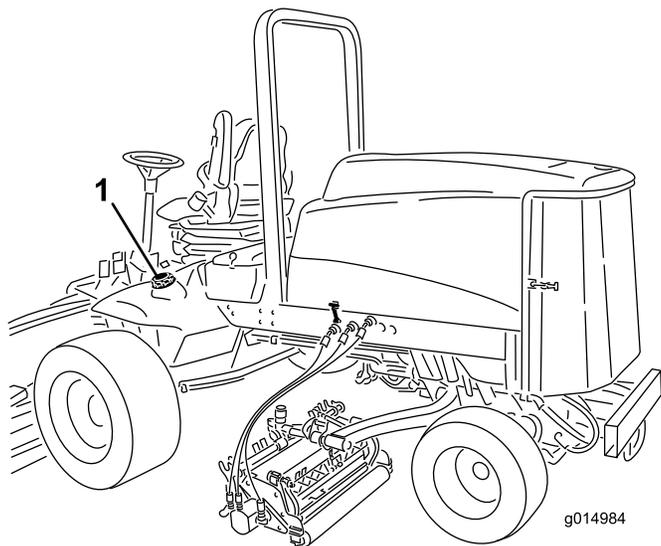

Bild 35
1. Schrauben Sie den Tankdeckel ab (Bild 35).